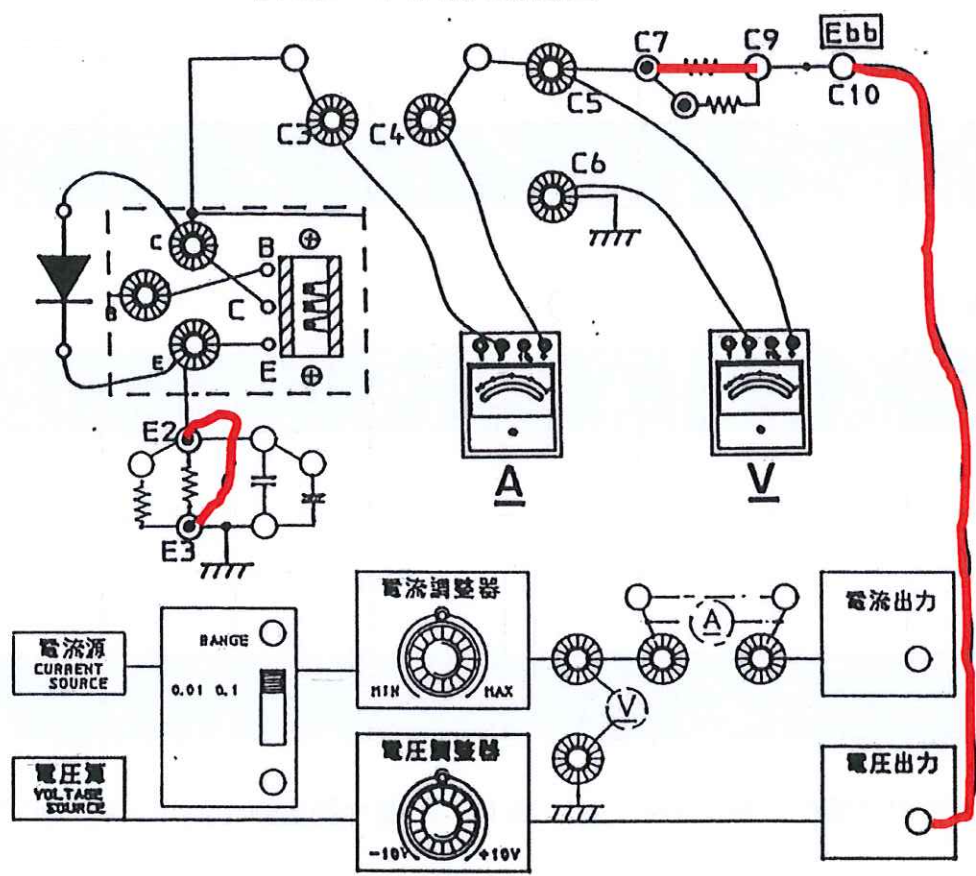

図 5.5 測定実態配線図
- (1) 実習装置の電源スイッチがOFFであることを確認する。
- (2) 図5.5に示した測定実態配線図のように, アノードを実習装置の端子C(+)に, カソードを端子E(–)に接続する。
- ㊟ (2)のダイオードの接続方法は, 「順方向バイアスでの特性測定」を目的としている。
- (3) 電流計を端子C3と端子C4, 電圧計を端子C5と端子C6にそれぞれ接続する。
- (4) 図5.5に示した測定実態配線図のように, 端子E2と端子E3, 端子C7と端子C9および端子C10と電圧出力端子をそれぞれリード線で接続する。
- (1) 測定結果(表5-1およびグラフ)を整理し, それぞれ結果について考察する.
- (2) 図5.5の測定実態配線図を, 回路記号を用いて回路図に書き直す.
- (3) pn接合に空乏層ができる理由を説明する.